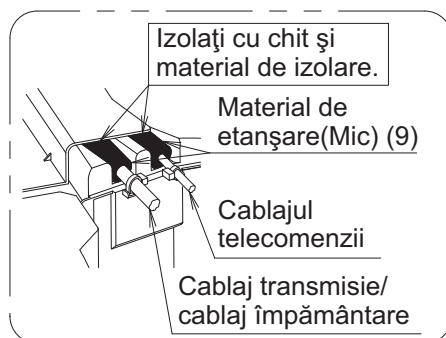

Fig. 39
- Tăiați materialul de etanșare (mic) (9) în două bucăți și înfășurați fiecare cablu cu câte o bucată. (**Consultați Fig. 39**)